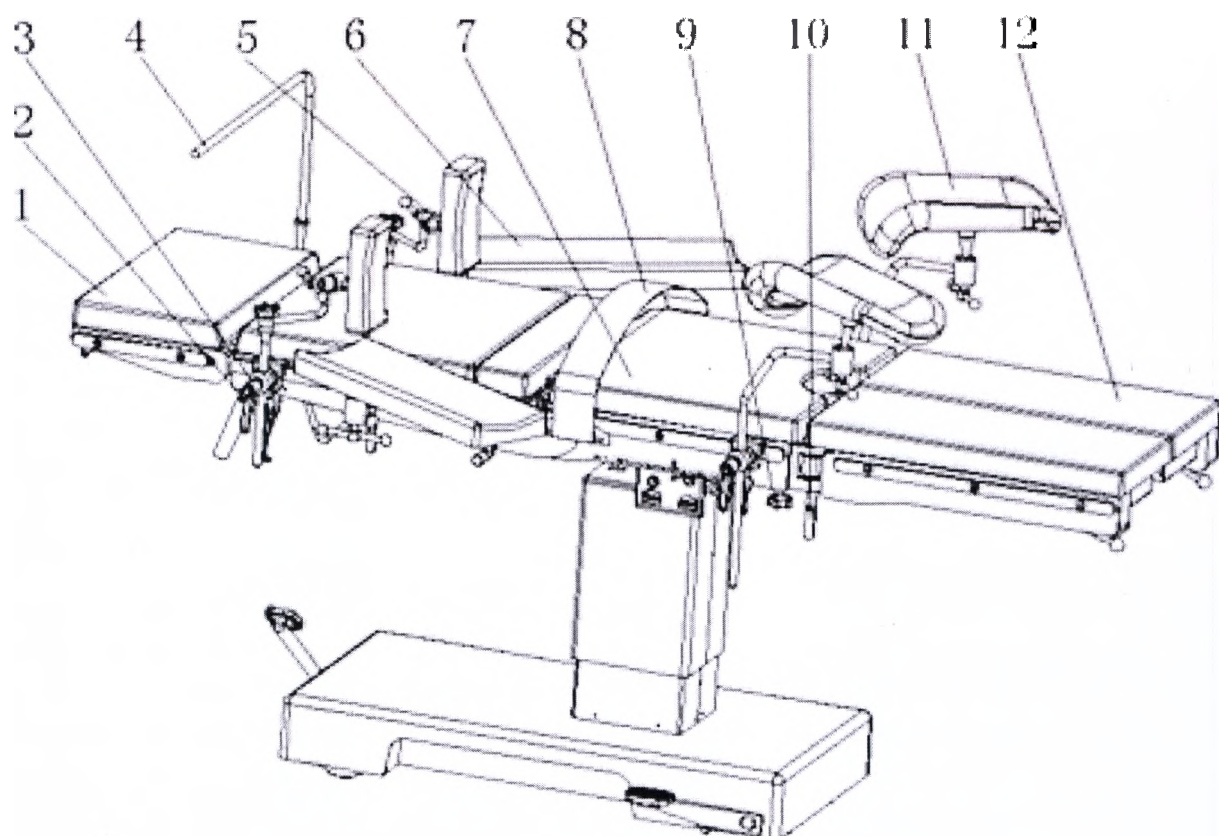

Рис. 1 Устройство стола операционного механогидравлического «Лидкор».
Секция головная (рис. 1, 1) и секция ножная (рис. 1, 12) являются съемными. Крепежные ручки для вставных тяг секции головной (рис. 1, 2) и секции ножной (рис. 1, 9) используются для крепления секции головной и секции ножной после вставки их в соответствующие гнезда.
Секция ножная состоит из двух пластин, которые могут поворачиваться в горизонтальной плоскости. Поворот пластин блокируется ручкой (рис. 1, 10)
После поворота ножных пластин на нужный угол ручка блокировки разделения пластин секции ножной (Рис.1, 10) должна быть хорошо затянута.
- Зажимы (рис. 1, 3) используются для фиксации всех видов принадлежностей.
- Рамка анестезиологического экрана с зажимом (рис. 1, 4) используется для подвешивания тканевой занавески во время хирургической операции для формирования отсека анестезии.
- Опора руки (рис.1, 6) используется для удержания руки пациента во время операции.
- Опора боковая (рис.1, 4) используется для поддержки тела пациента во время операции
- Ремень для фиксации пациента (рис.1, 8) используется для фиксации пациента при наклонах столешницы.
- Опора подколенная (рис.1, 11) используется для поддержки ноги пациента во время гинекологической или урологической операции.